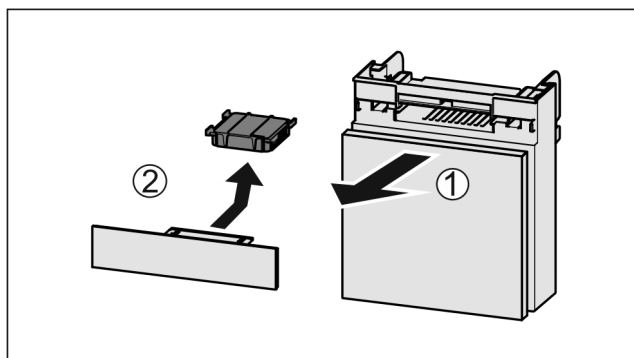

Fig. 156
- Extraire le compartiment par l'avant Fig. 156 (1).
- Sortir le filtre à charbon actif Fig. 156 (2).